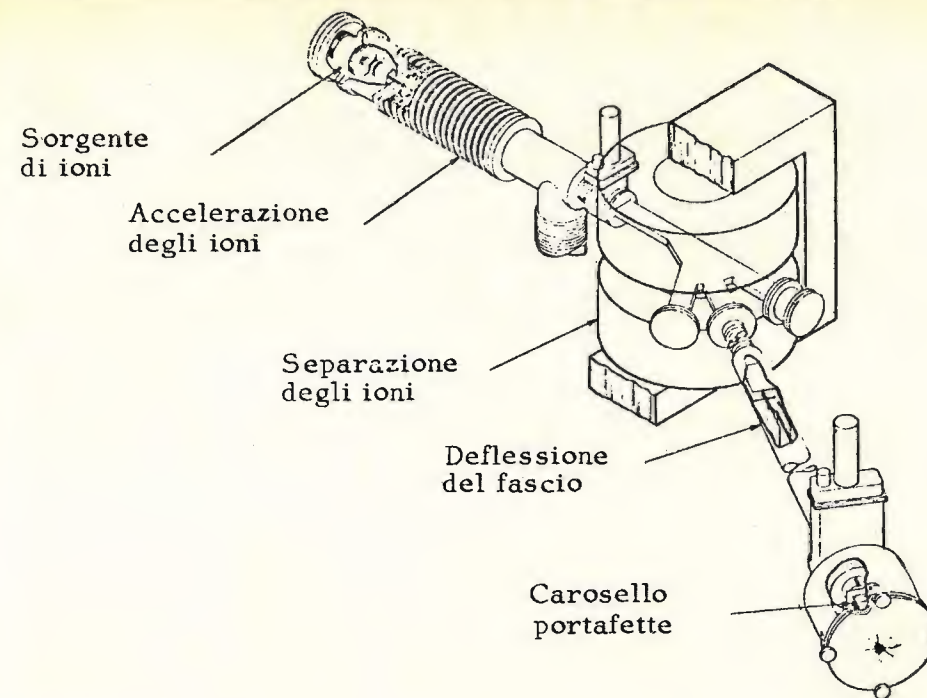

figura 4
- 2) A pagina 86 la figura 4 e la figura 5 sono invertite.
La figura 4 rappresenta il circuito stampato lato componenti e va capovolta.
In figura 4 viene riportato in assonometria uno « Ion Implanter » (impiantatore ionico). Il funzionamento del dispositivo è il seguente: gli ioni necessari al drogaggio della fetta di silicio vengono prodotti dalla sorgente a sinistra della figura (regione di plasma) e vengono successivamente accelerati a un potenziale variabile dai 20 ai 200 kV a seconda del tipo di macchina.